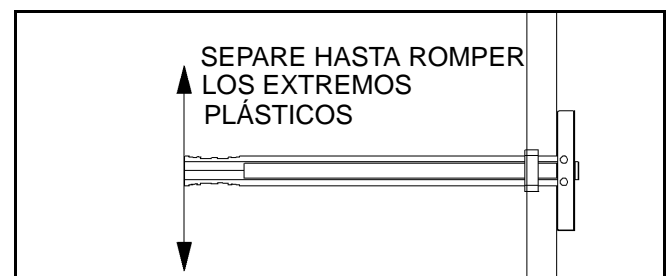

Figura 12.
6. Separe los extremos de agarre para romper los extremos plásticos de modo que queden al ras con el anillo plástico del anclaje (véase la figura 12).